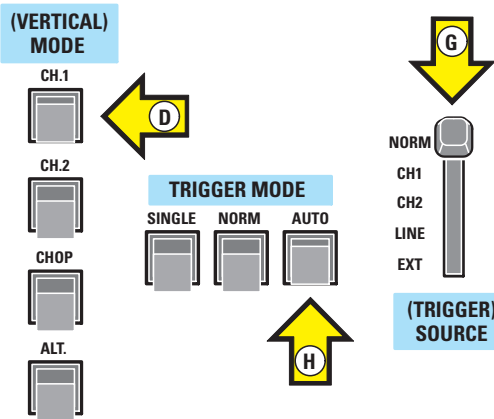

Figure 3 : Pressez en Vertical Mode le poussoir CH1, en Trigger Mode le poussoir AUTO et mettez le levier du Trigger Source sur Normal (flèche G).
- D = poussoir VERTICAL MODE (voir figure 3) pour sélectionner l'entrée CH1 ou CH2
- G = levier du TRIGGER SOURCE (voir figure 3) à placer sur Normal
- H = poussoirs du TRIGGER MODE. Presser le poussoir Auto comme le montre la figure 3.
- puisque on utilise normalement pour ces mesures l'entrée CH1, pressez dans le Vertical Mode le poussoir indiqué par la flèche jaune D (voir figure 3),
- placer le sélecteur du Trigger Source sur Norm (Normal), comme l'indique la flèche jaune G visible figure 3,
- presser le poussoir Auto du sélecteur Trigger Mode (voir flèche jaune H figure 3), sur certains oscilloscopes il s'agit d'un sélecteur rotatif ou à levier,